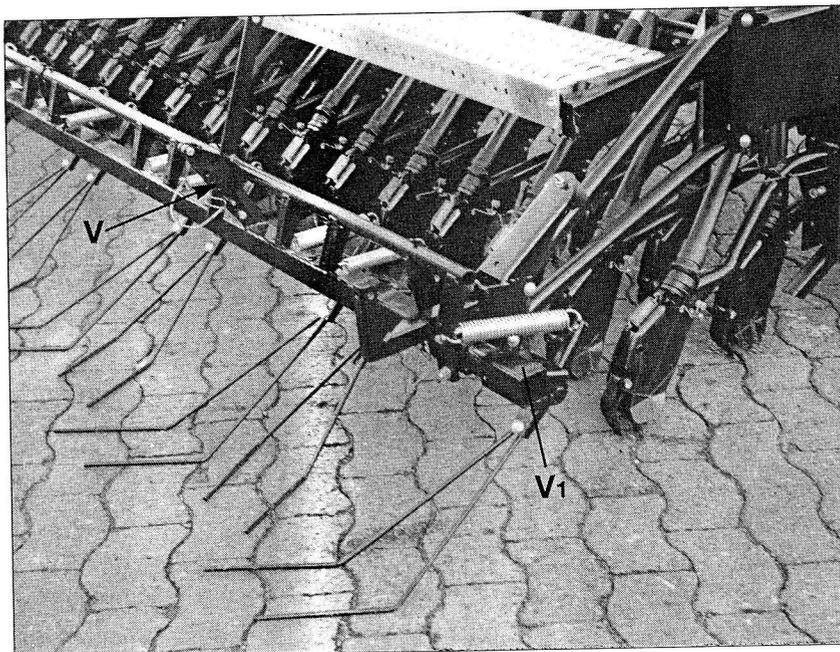

Fig. 48
**Perfektstriegel** (Fig. 48): für alle Böden und Einsatzverhältnisse geeignet. Die einzeln gefederten Striegelelemente sind „zentral“ verstellbar; den Druck (die Intensität) in Lochleisten (**V**) mit Stecker vorwählen.